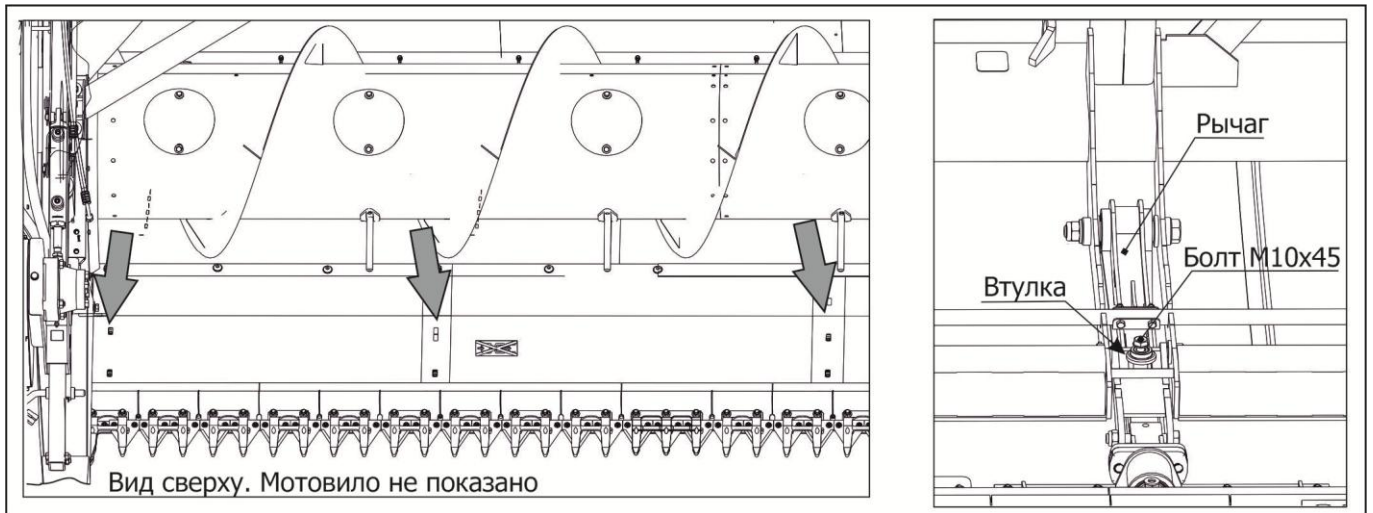

Рисунок 6.16
1. **ВАЖНО!** ПРИ ЗАТРУДНИТЕЛЬНОЙ УСТАНОВКЕ БОЛТА М10Х45, НЕОБХОДИМО ПРОИЗВЕСТИ ОЧИСТКУ ПОЛОСТИ ВТУЛКИ (см.рисунок 6.16);